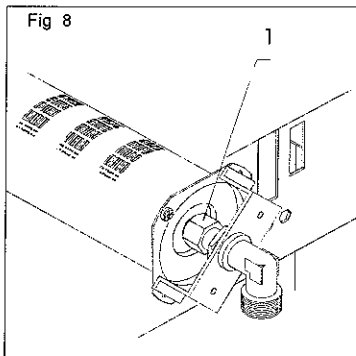

Fig 8
- Chegar ao queimador e com uma chave adequada desapertar o bico 1 a substituir (Fig 8).